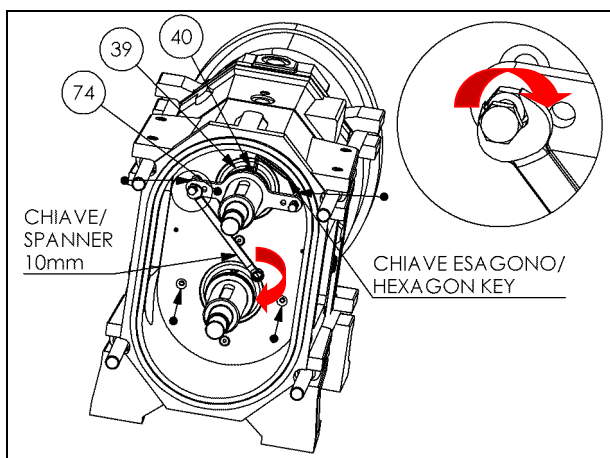

Fig. 16-19. Montaggio tenute meccaniche (fase 2).
6. Avvitare n° 3 viti svasate (P. 55) con chiave a brugola da 4mm. **Att: non montare le n° 4 viti evidenziate in Fig. 16-19.**
10. Calettare sugli alberi (P. 6-7) lo spingi-tenute meccaniche (P. 74) completo di viteria (due viti M6x90 e due dadi M6) come in Fig. 16-19;
11. Avvitare le due viti M6 usando chiave da 10mm sui fori filettati presenti nel corpo pompa evidenziati in Fig. 16-19, dove in precedenza, step 6, non erano state avvitate le viti (P. 55) (Fig. 16-19);
12. Con l'ausilio della chiave da 10mm avvitare i dadi M6, alternando il serraggio, fino a che la boccia porta-tenute (P. 39) va in battuta (Fig. 16-19);
13. Avvitare i n°3 grani (P. 40), usando chiave a brugola da 4mm sugli alberi (P. 6-7) (Fig. 16-19);
14. Smontare lo spingi-tenuta e ripetere operazione per l'altra boccia porta-tenuta (Fig. 16-19);